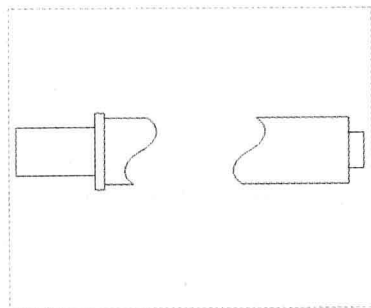

图 12-54 创建破断视图
Step 05 执行操作后，单击“确定”按钮，即可创建破断视图，如图 12-54 所示。